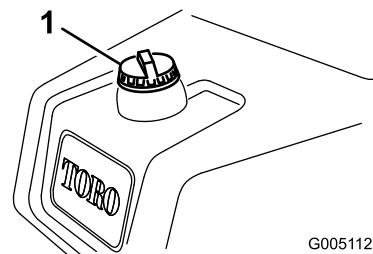

図 19
- 燃料キャップ（図19）の周囲をきれいに拭いてキャップ外す。